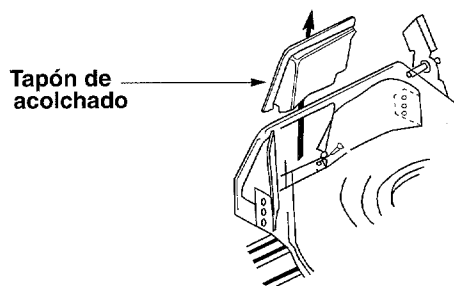

Figura 5
- Levante la puerta de la canaleta en la cortadora. Extraiga el tapón de acolchado. Vea la Figura 5.